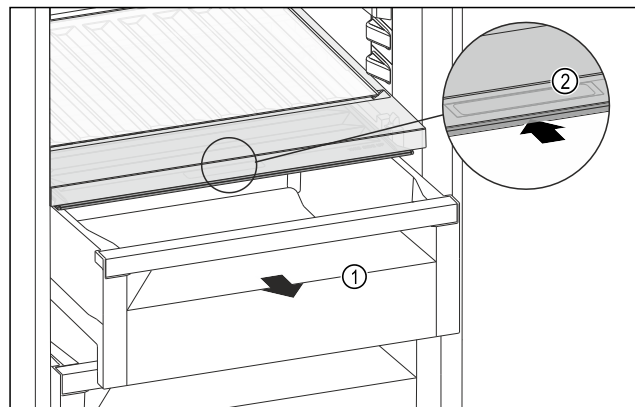

Fig. 123
- ▶ Schubfach Fig. 123 (1) herausziehen.
- ▶ Griffmulde Fig. 123 (2) am Fachdeckel anfassen und Fachdeckel gleichzeitig nach hinten schieben.